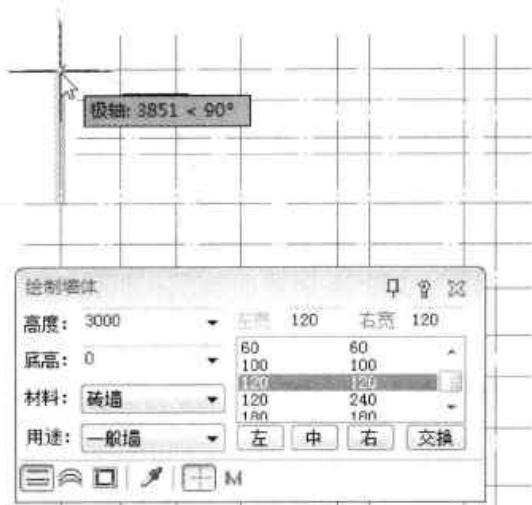

图16-51 捕捉轴线另一端点
**Step 05** 捕捉轴线另一端点，可完成一段墙体线的绘制，如图 16-51 所示。